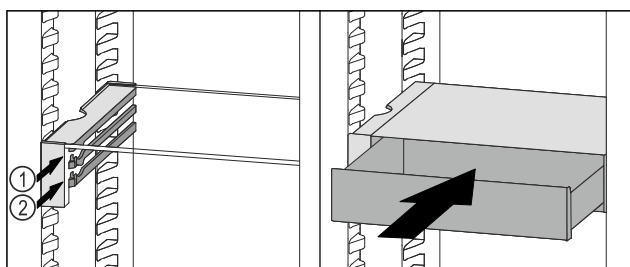

Fig. 103
- ▶ Predal VarioSafe namestite za zaustavljalnimi elementi na zeleni nastavek Fig. 103 (1) ali Fig. 103 (2).